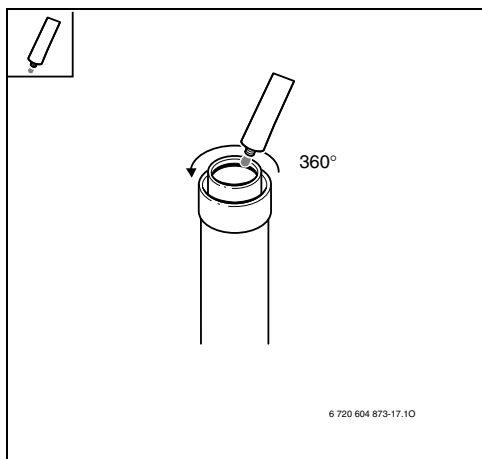

Fig. 35
► Applicare, sui raccordi e sulle guarnizioni, un velo di lubrificante esente da solventi (p.es. vaselina) (Fig. 35 ).